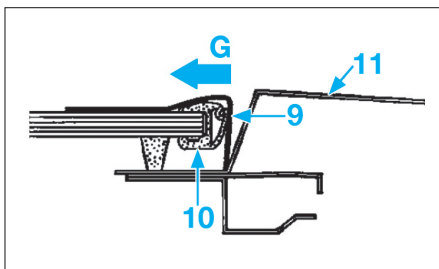

FIG. 10
Insérer la barrette rigide en plastique (9) que comporte ce ruban adhésif entre la lèvre souple (10) et la tôle peinte du panneau de l'aile (11) (Fig.10).